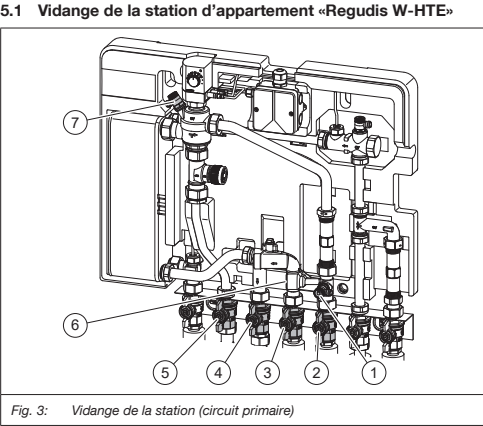

Fig. 3: Vidange de la station (circuit primaire)
- Dévisser le bouchon (Fig. 3(6)) du raccordement de la conduite de l'aller primaire.
Voir fig. 3